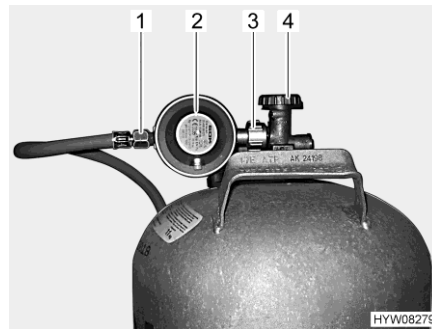

Bild 66 Anschluss Gasflasche
- Haupt-Absperrventil (Bild 66,4) an der Gasflasche schließen. Pfeilrichtung beachten.
- Gasdruckregler (Bild 66,2) festhalten und Rändelmutter (Bild 66,3) öffnen (in der Regel Linksgewinde).
- Gasdruckregler mit Gasschlauch (Bild 66,1) von der Gasflasche abnehmen.
- Gasdruckregler (Bild 66,2) mit Gasschlauch (Bild 66,1) an die Gasflasche ansetzen und Rändelmutter (Bild 66,3) zudrehen (in der Regel Linksgewinde). **Nicht** zu fest anziehen.